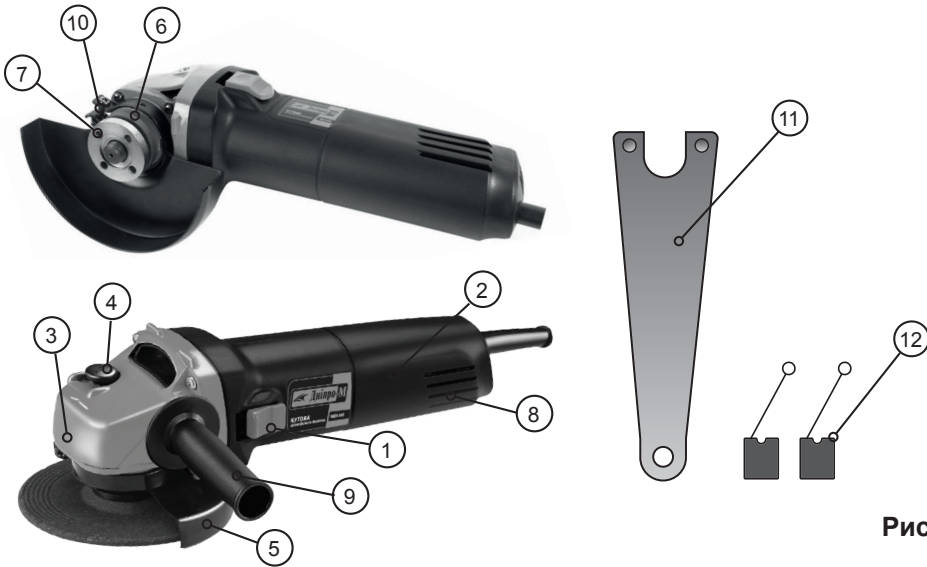

Рис.1
- Натисніть на кнопку блокування вала **4** (див.рис.1) для того, щоб заблокувати обертання шпинделя під час встановлення або зняття приладдя.
Встановіть додаткову рукоятку **9** (див. рис.1) в зручне для роботи положення і зафіксуйте, обертаючи її ручку за годинниковою стрілкою.
1. Послабте один з гвинтів **10** (див. рис.1), який фіксує захисний кожух **5** до КШМ.
1. Розмістіть внутрішній фланець **6** (див. рис. 1) на валу шпинделя обгумованим боком до себе.